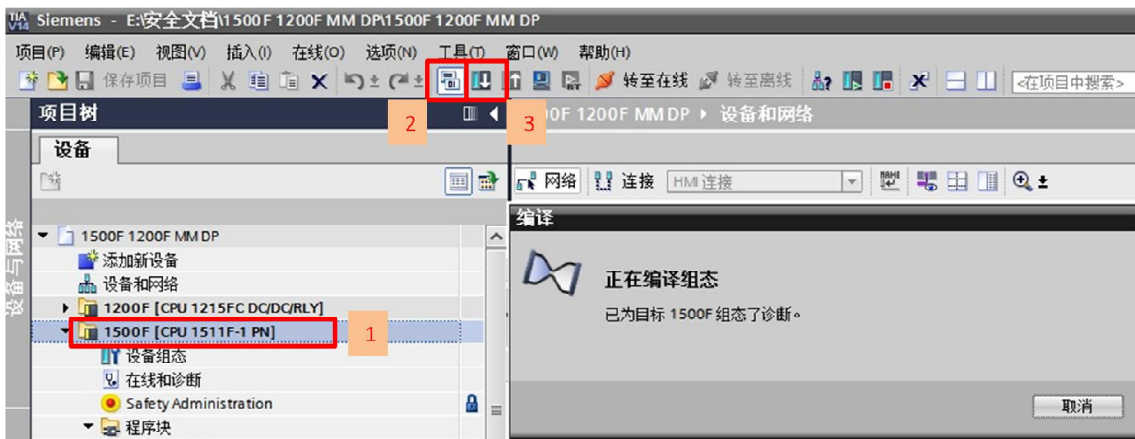

图 2-12 编译保存
12) 将两个安全 CPU 都编译保存，然后下载，以 S7-1500F 下载为例，如图 2-12，2-13。